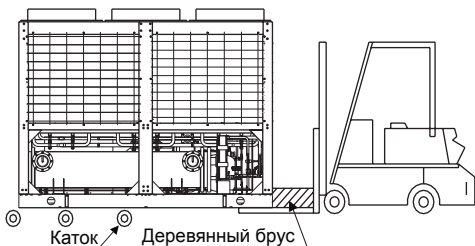

Рис. 6.1. Перемещение чиллера по горизонтали
2. Для перемещения чиллера по горизонтальной поверхности используйте цилиндрические катки (см. рис. 6.1).